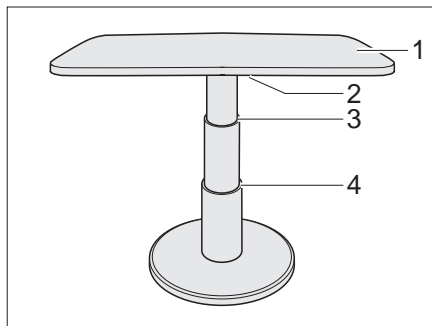

Fig. 101 Table à hauteur réglable de la dînette en U
- Faire basculer le levier de verrouillage (Fig. 101,2) vers la gauche. Le verrouillage est ouvert.
- Appuyer le plateau de table (Fig. 101,1) au milieu vers le bas jusqu'à la butée désirée (Fig. 101,3 ou 4) et le maintenir appuyé.
- Faire basculer le levier de verrouillage (Fig. 101,2) vers la gauche. La table à hauteur réglable est verrouillée.